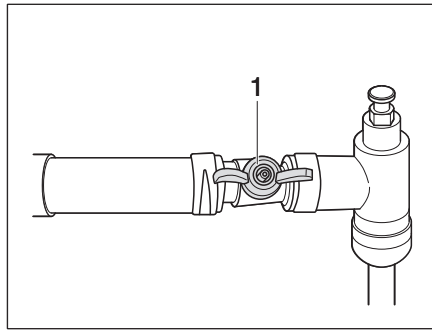

Fig. 299 Rubinetto Alde, aperto
*Chiudere il rubinetto:* ■ portare la leva del rubinetto (Fig. 299,1) in posizione perpendicolare alla tubazione.
*Aprire il rubinetto:* ■ portare la leva del rubinetto (Fig. 299,1) in posizione parallela alla tubazione.